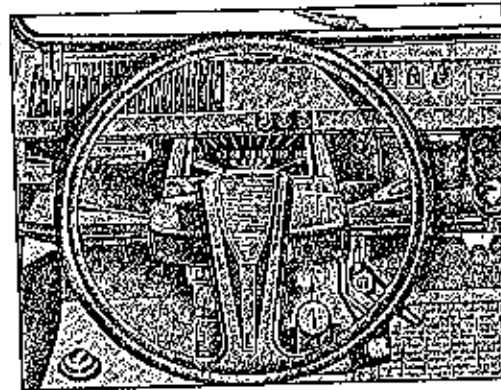

Abb. 39 – Einstellung der Scheinwerfer
**Einstellung während der Fahrt** (Abb. 39)
*Lichtkegel höher:* Scheinwerfereinstellknopf (1) nach rechts drehen.
*Lichtkegel tiefer:* Scheinwerfereinstellknopf (1) nach links drehen